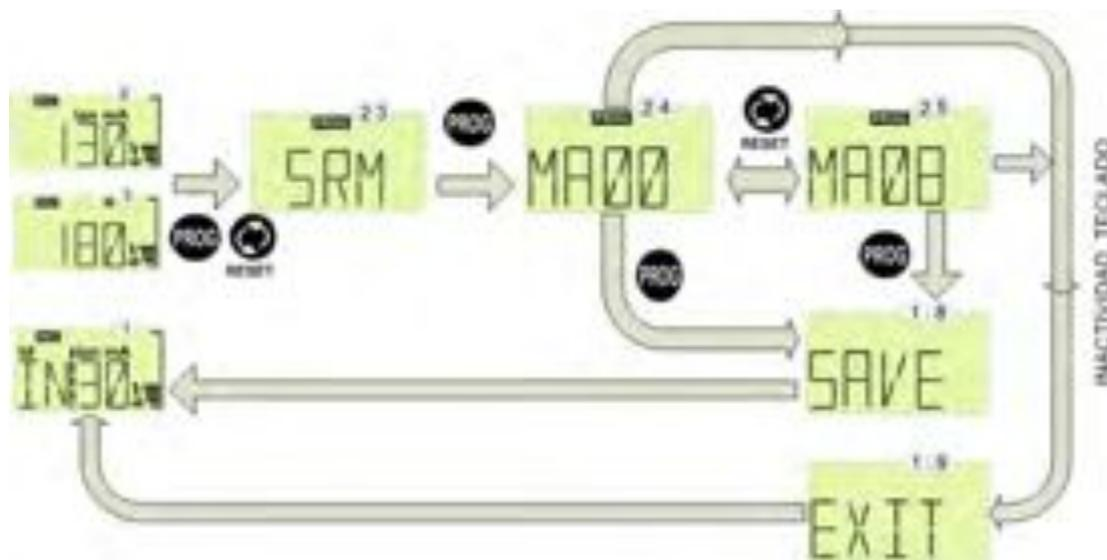

Fig. 5-4. - Regolazione del sistema di richiusura per sgancio causato da l'interruttore
Lo schermata SRM è accessibile tramite schermata ② o ③ utilizzando i tasti PROG + RESET. Dalla schermata ②③ premere nuovamente PROG per programmare le opzioni nel menu di SRM. Vedere Fig. 5-4. Modificare l'opzione MAXx con il tasto RESET e confermare con PROG. Una volta convalidato la schermata ①⑧ appare, l'opzione selezionata viene salvata e si ritorna alla schermata ①.